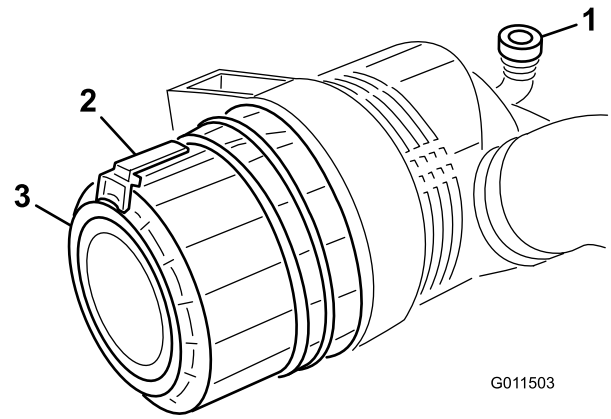

Figure 49
1. Tirez le verrou vers l'extérieur et tournez le couvercle du filtre à air dans le sens anti-horaire (Figure 49).
7. Montez le couvercle en dirigeant la valve de sortie en caoutchouc (Figure 49) vers le bas, entre 5:00 et 7:00 heures environ vu de l'extrémité. Fermez le verrou.